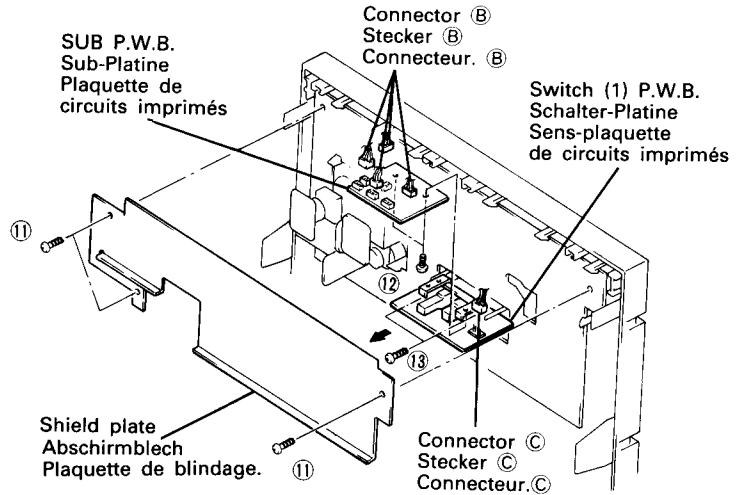

Fig. 8 Abb. 8
8. Sub-Platine (Abb. 8)
9. Schalter-Platine (Abb. 8)
8. Sous-plaquette de circuits imprimés (Fig. 8)
9. Plaquette de circuits imprimés 1 (Fig. 8)